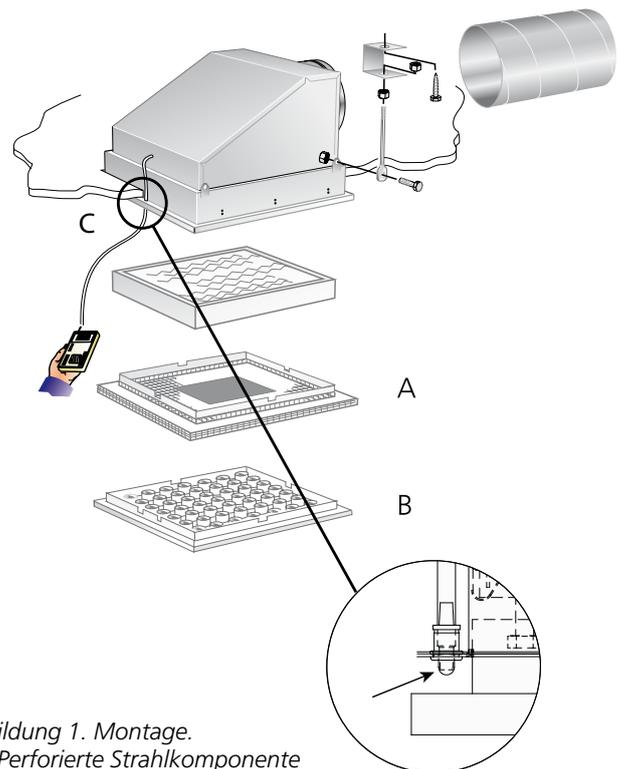

Abbildung 1. Montage.
- Für eine Pendelmontage sind vier Aufhängeösen vorhanden. Abb. 1, 4 & 6.
- Es ist wichtig, dass sich alle vier Pendelbefestigungen auf gleichem waagerechten Niveau ( $\pm 1,0$  mm) befinden, um eine dichte Filtermontage sicherzustellen. Siehe Abb. 1.
- Der Druckabfall über dem Filter wird am Nippel, der sich am Flansch des Luftauslasskastens befindet, und gegen den Atmosphärendruck gemessen, siehe Abb. 1.